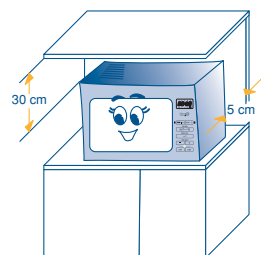

fig. 1
- 1) Retirez le four de son emballage, retirez la protection du plateau tournant (G), son support (H) et tous les accessoires. Vérifiez si l'axe du plateau tournant (D) est correctement inséré dans le logement au centre du plateau tournant.
- 5) **Après avoir positionné l'appareil sur le plan de travail, veillez à ce qu'il reste un espace d'environ 5 cm tout autour du four entre celui-ci et le mur et d'au moins 30 cm au-dessus (Fig. 1).**